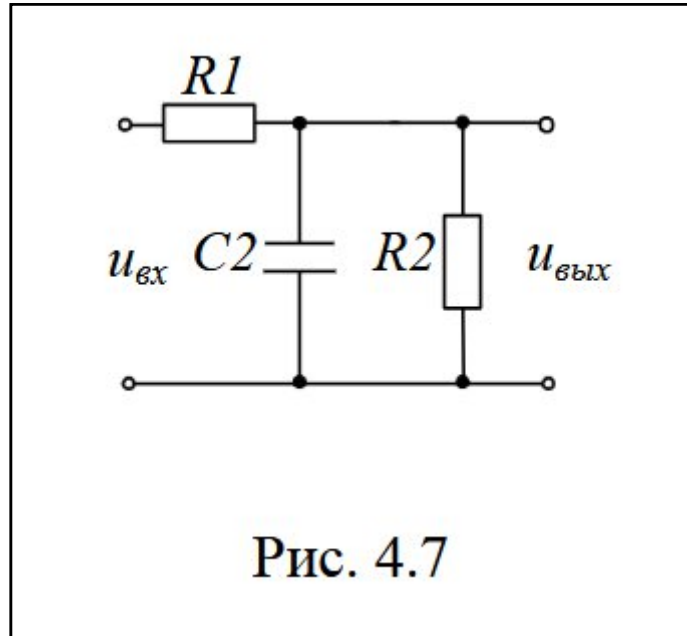

Рисунок 1. Исходная схема
1. Найти схемные функции $KU(p)$, $KU(j\omega)$, $KU(\omega)$, $\varphi(\omega)$, $h(t)$ для схемы (рисунок 1).